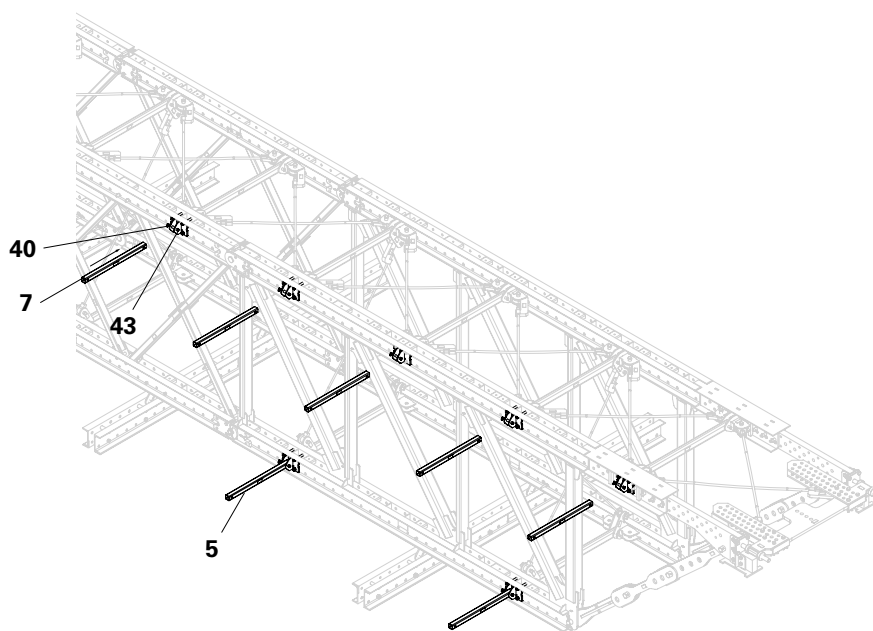

Fig. A2.20
1. Fissare l'asta di impalcatura (7) con il perno calibrato (43) all'attacco di connessione (5) e assicurarla con l'inserto a molla (40). (Fig. A2.20)